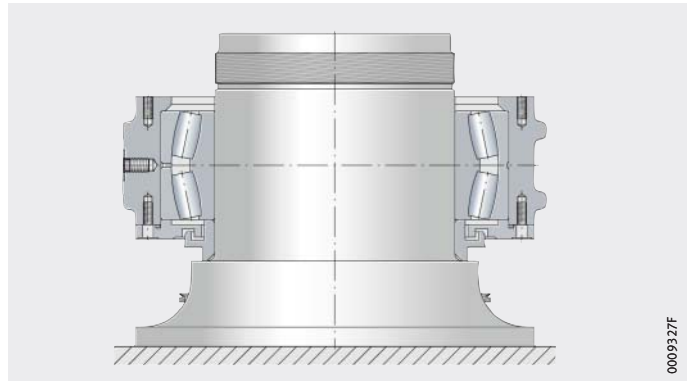

Bild 12
- ▶ Das erwärmte Lagergehäuse über das abgekühlte Pendelrollenlager schieben, koaxial fluchtend zur Welle, *Bild 12*. Der Gehäusedeckel und der Labyrinthring dürfen dabei nicht beschädigt werden.